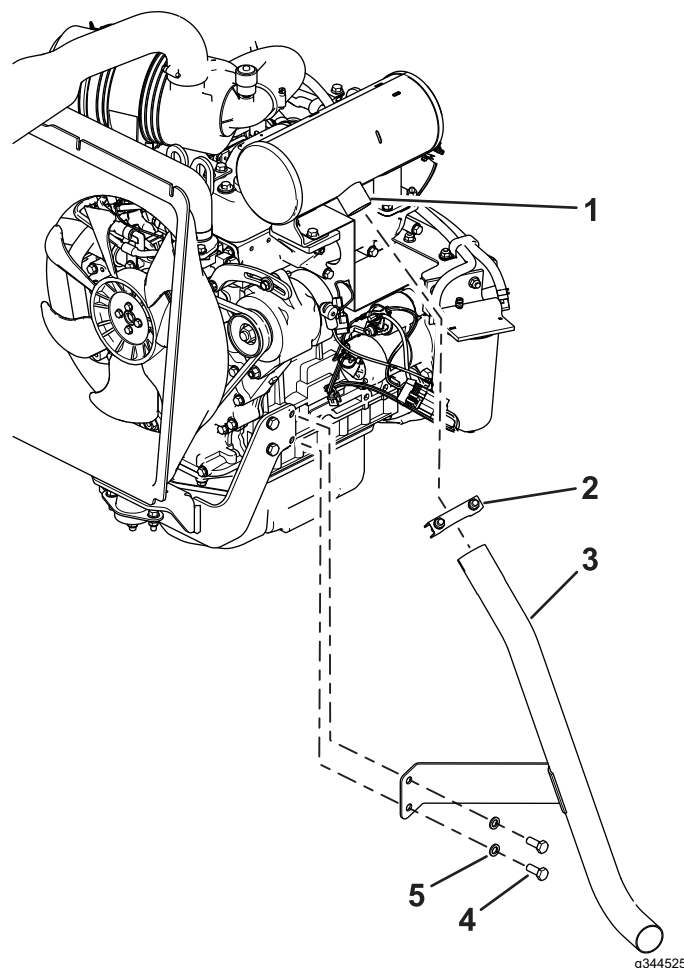

Figure 10
2. Desserrez le collier au niveau du silencieux (Figure 10).
3. Retirez les boulons et les rondelles du moteur du support du tuyau d'échappement existant (Figure 10) et déposez le tuyau d'échappement.